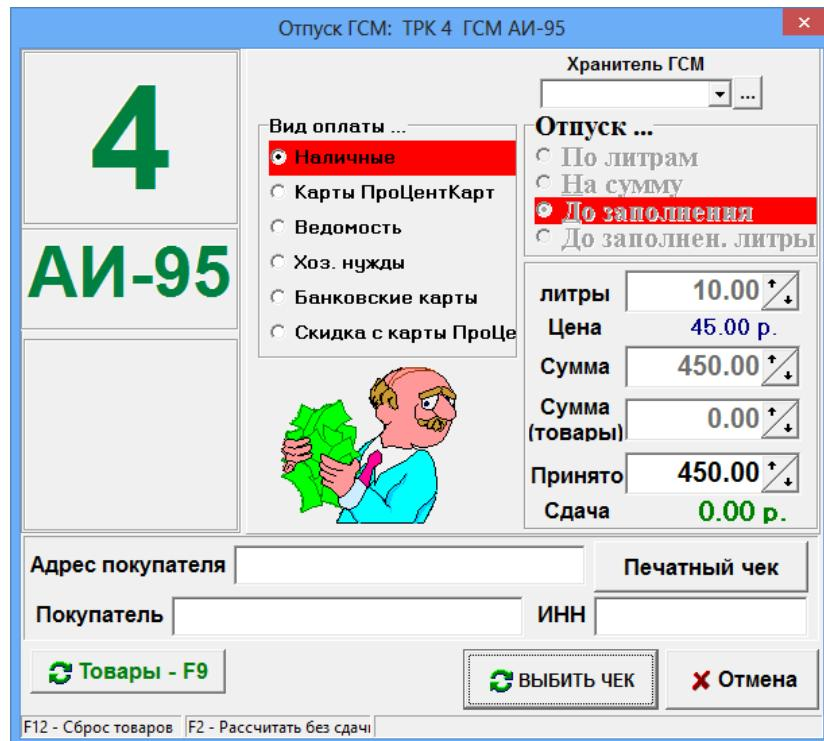
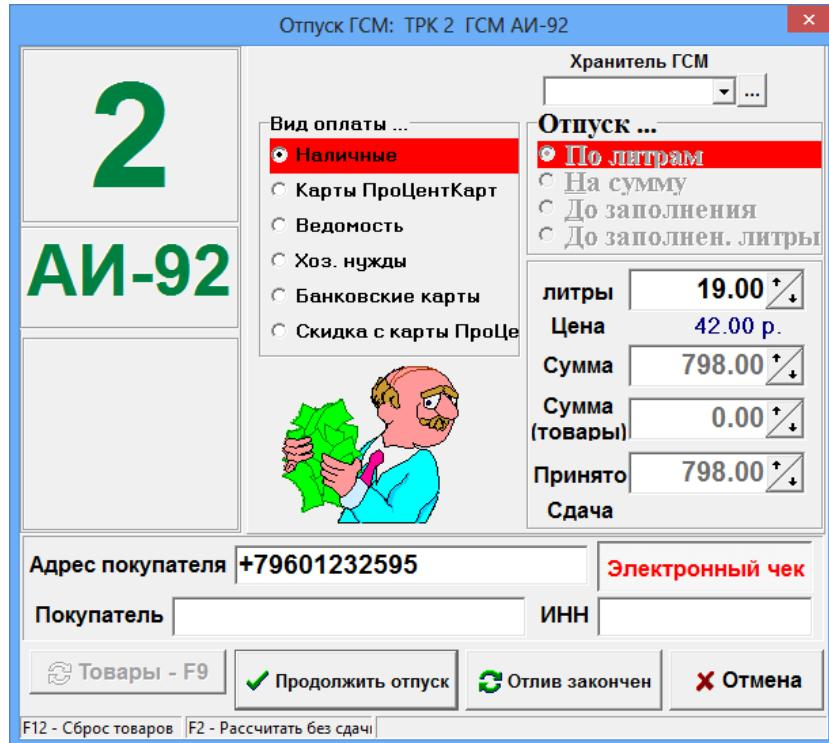
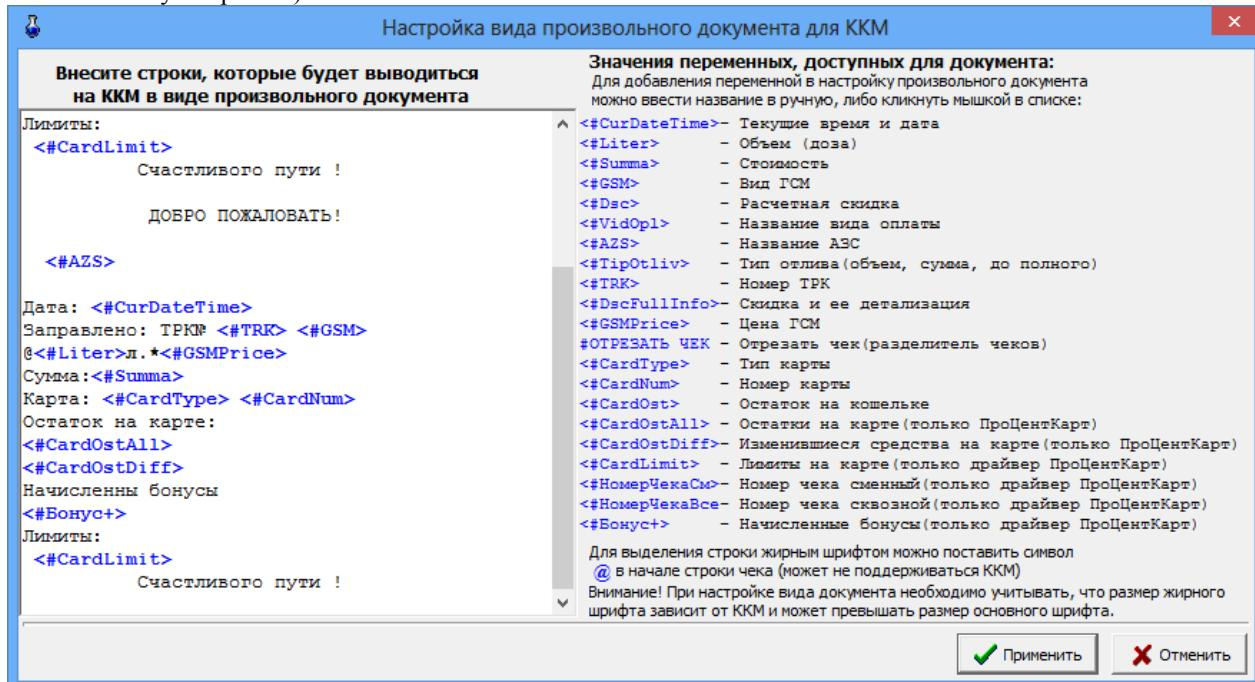

Рис. 17
Рис. 19
Рис. 20
Нажмите клавишу с номером ТРК или выполните щелчок левой кнопкой мыши на ТРК. Если пистолет повешен, на экране появится окно «Отпуск ГСМ» (рис.17), в котором будет показано количество отлитых литров,
После того, как пистолет будет повешен, нажмите клавишу с номером данной ТРК. На экране появится окно «Отпуск ГСМ» (рис.17), в котором будет показано количество отлитых литров, стоимость их и при наличном расчете появится кнопка «Выбить чек», при безналичном расчете - «Отлив закончен». После нажатия нужной кнопки на фискальном аппарате напечатается товарный чек (если было выбрано «Печать чека») или чек будет отправлен на сотовый телефон (при выборе тип чека-электронный) одновременно данные чека будут отправлены в ОФД. ТРК перейдет в состояние ожидания нового отпуска (т.е. станет серой).
Для останова всех активных ТРК нажмите клавишу «F2». На экране появится окно-подтверждение (рис.19). Для останова нажмите клавишу «Enter».
Для продолжения отпуска ГСМ оператор в рабочем окне должен нажать клавишу с номером ТРК, например клавишу «1» или выполнить щелчок левой кнопкой мыши на ТРК. На экране появится окно «Отпуск ГСМ» (рис. 19).
Для продолжения отпуска щелкните кнопку «Продолжить отпуск» (нажмите клавишу «Enter»). ТРК опять станет активной (рис.19). Когда счетчик отпуска ГСМ достигнет заданного значения и пистолет будет повешен, ТРК вернется в состояние ожидания (станет серой).
В программе оператора ПТК АЗС в окне «Отпуск ГСМ» (рис.17) выберите вид оплаты «Платежный терминал», отпуск «По литрам». Задайте количество литров для отпуска, выберите тип чека (обыкновенный или электронный) и щелкните кнопку «Пуск» (клавишей «Tab» выберите кнопку «Пуск» нажмите «Enter»). Подождите, пока установится связь с ридером. В это время в окне оператора появится сообщение, соответствующее рис.19а. Вставьте карту. Для терминалов Сбербанк и ПроЦентКарт далее появится окно рис.19б, введите PIN код карты клиента, и нажмите «Ввод».
Рис.19а
Рис.19б
**Примечание.** Текст в произвольном документе (чеке) ПроСентКарт настраивается в меню Настройка\Настройка безналичного чека ПроСентКарт (или Настройка дисконтного чека ПроСентКарт). При использовании бонусной карты можно выводить в чек количество начисленных бонусов за каждую покупку (переменная «Бонус+» рис.20).
**ВНИМАНИЕ.** Если для данного контрагента в КО включена настройка «Выдача окна подтверждения», то в ПТК АЗС при обслуживании топливной карты ПроСентКарт (выпущенной для данного контрагента) будет выдаваться после ввода пин-кода (окна рис.19б) дополнительное сообщение с указанием имени держателя карты (номера машины) и наименования контрагента (рис.20а). Кассир должен визуально сравнивать номер машины в окне подтверждения и реальный номер машины и при совпадении нажать «Да» для продолжения операций с картой.
Рис.20а
В программе оператора ПТК АЗС в окне «Отпуск ГСМ» (рис.17) выберите вид оплаты «Карты\_ЛУКОЙЛ» (созданный для отпуска по безналичным картам ЛУКОЙЛ), отпуск «По литрам». Задайте количество литров для отпуска и щелкните кнопку «Пуск».